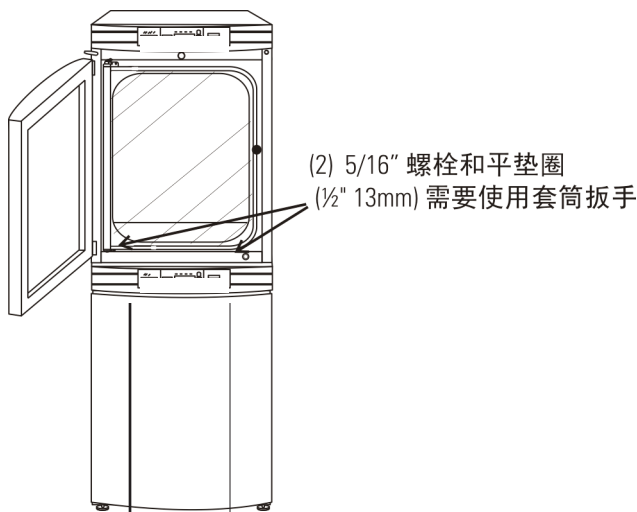

图 1-7. 对齐螺栓槽与螺栓
5. 将上方装置的侧边与下方装置的侧边对齐，向前滑动上方装置，直至其底部凹槽与下方装置顶部的 5/16"-18 堆叠螺栓对齐（图 1-7）。